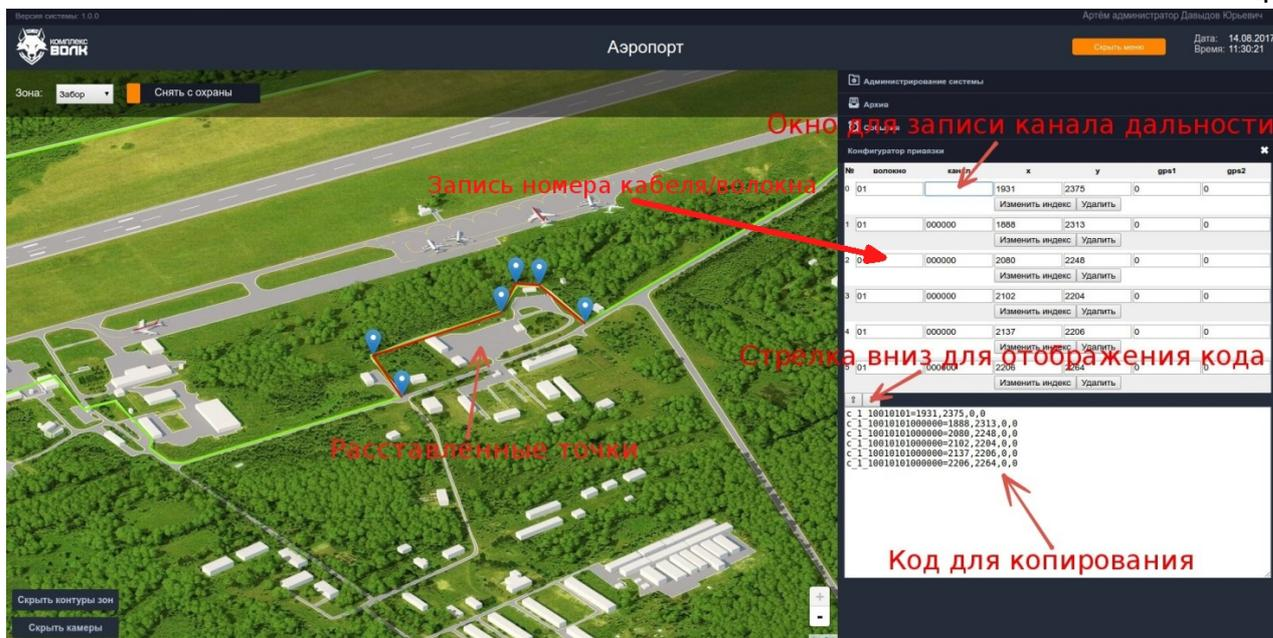

Рисунок 20 — Интерфейс конфигуратора привязки
6.5.2.5.1. На главном экране карты «Комплекса ВОЛК» во вкладке «Администрирование системы» открываем пункт «Конфигуратор привязки» (рисунок 20).
6.5.2.6. Повторить действия для каждого кабеля, не забыв сменить номер кабеля в окне «волокно» (рисунок 20).